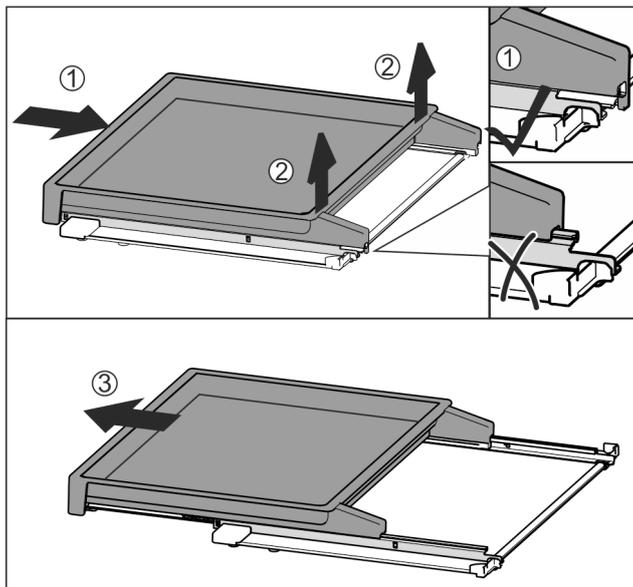

Fig. 112
- ▶ Spingere completamente il ripiano estraibile Fig. 112 (1).
- ▶ Staccare il blocco sul lato posteriore Fig. 112 (2).
- ▶ Estrarre in avanti il ripiano estraibile Fig. 112 (3).